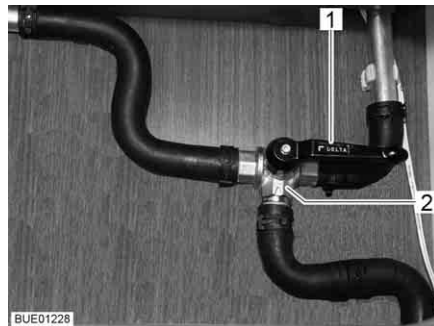

Bild 164 3-Wege-Ventil
- Den Hebel (Bild 164,1) des 3-Wege-Ventils (Bild 164,2) parallel zur geraden Durchflussrichtung (Bild 164) stellen.
- Den Hebel (Bild 164,1) des 3-Wege-Ventils (Bild 164,2) quer zur geraden Durchflussrichtung stellen.